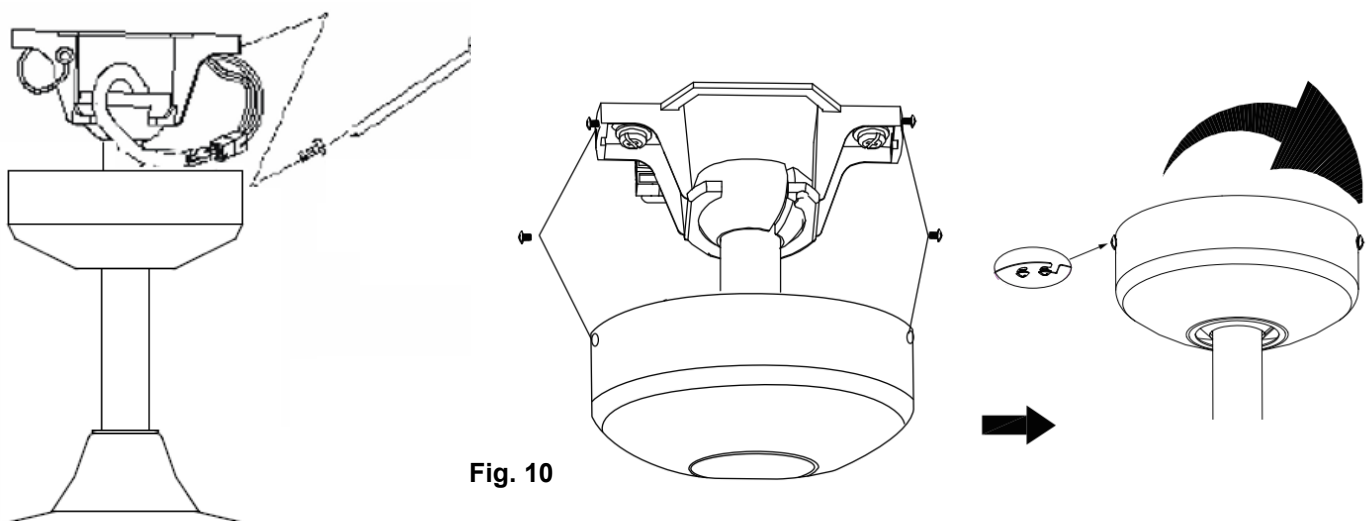

Fig. 10
- Cubra el soporte de montaje con el casquete. Asegúrese de que todo el cableado eléctrico quede insertado dentro del casquete y de que los cables no se dañen durante este paso. Fije el casquete al soporte de techo utilizando los tornillos suministrados. (Fig. 10)